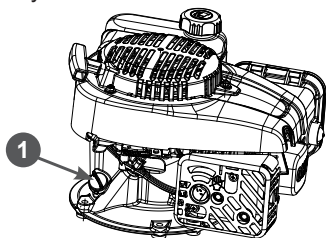

Рис. 19 Крышка-щуп маслозаливной горловины
5. Осторожно откройте крышку-щуп 1 (Рис. 19) маслозаливной горловины, протрите его насухо и отложите в сторону.